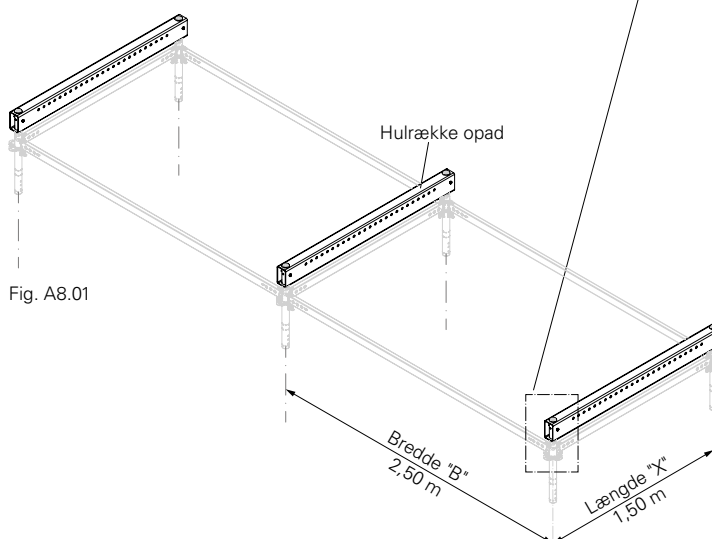

Fig. A8.01
1. Montér teltbjælken (**28**) på enden af vertikalsøjlen – 3x. Sørg for at hulrækken vender opad. (Fig. A8.01 + A8.01a)